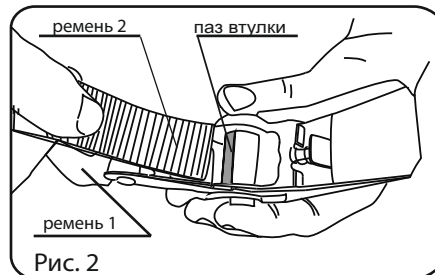

Рис. 2
2. Раскройте храповый механизм ремня 1. Вставьте свободный конец второго ремня в паз центральной втулки ремня 1. Рис.2. При необходимости проверните втулку так, чтобы паз занял удобное для установки ремня положение. Для этого надавите несколько раз на рукоятку храпового механизма.